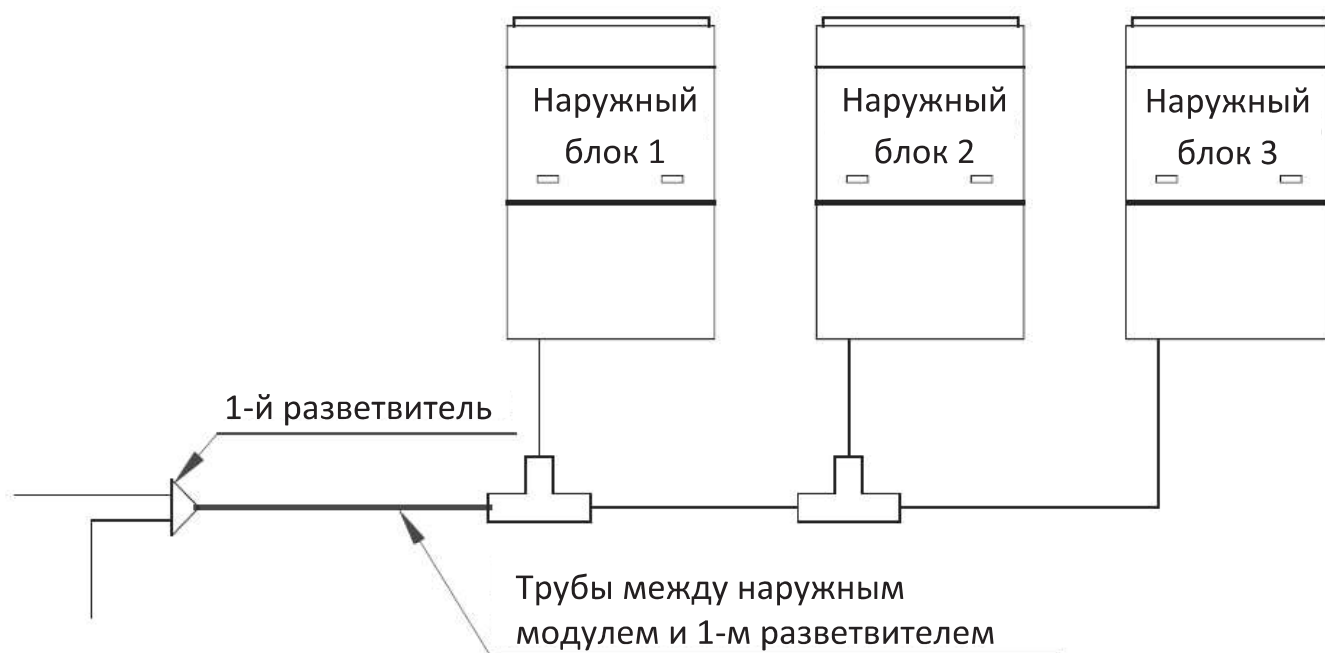

Рис. 7.5.
7.3.2.4. Диаметр труб между наружным модулем и первым разветвителем FQ (рис. 7.5.) выбирается в соответствии с таблицей 7.6.